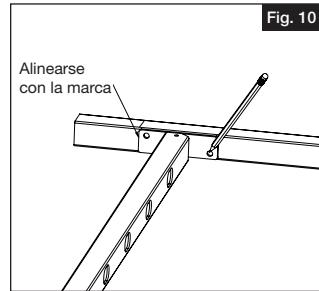
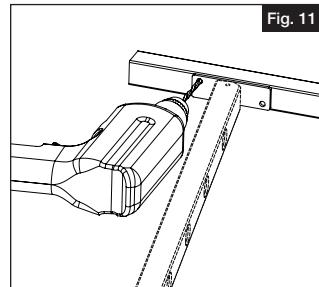

Fig. 10
Fig. 11
- b. Coloque el panel sobre una superficie plana y limpia y utilice las marcas hechas en el paso 3b para alinear ambos montantes. Marque los agujeros para los tornillos de fijación del montante (Fig. 10) y taladre los agujeros con una broca de $\frac{5}{32}$ " (Fig. 11).